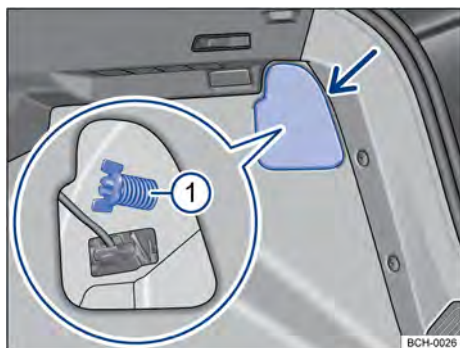
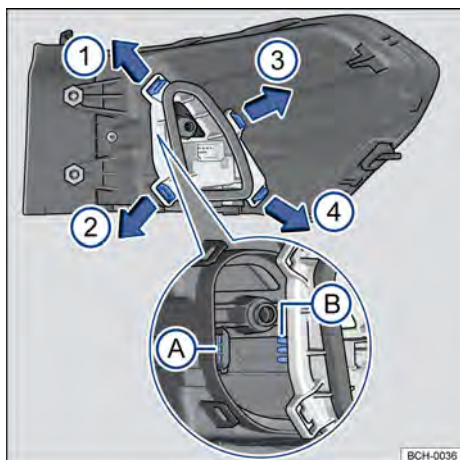

Fig. 176 En el maletero: desmontar la cubierta y retirar el tornillo mariposa ① (fragmento ampliado).
Fig. 177 Linterna trasera: desmontar el portalámparas.
- ① Observar la lista de control y ejecutar las acciones → pág. 236.
- ② Abrir el capó del maletero.
- ③ Para abrir la cubierta de la lámpara, girar el útil de retención → fig. 176 (flecha).
- ④ Abrir la cubierta junto con la traba hacia el costado.
- ⑤ Aflojar el tornillo mariposa ① (fragmento ampliado) y retirarlo, sosteniendo, al mismo tiempo, la linterna trasera.
- ⑥ Tirar con cuidado de la linterna trasera hacia afuera, para desengancharla de la carrocería → ⓘ.
- ⑦ Desenganchar el conector de alimentación de las lámparas de la linterna, para remover totalmente la linterna.
- ⑧ Colocar la linterna trasera sobre una superficie limpia y lisa.
- ⑨ Para desbloquear el soporte de las lámparas, presionar cada uñeta de trinquete → fig. 177 en el sentido de las flechas.
- ⑩ Desmonte el portalámparas con cuidado.
- ⑪ Para retirar las bombillas quemadas presione la bombilla contra el alojamiento y gírela en sentido antihorario.
- ⑫ Cambiar la bombilla quemada por una bombilla nueva del mismo modelo.
- ⑬ Para insertar las lámparas nuevas en el portalámparas, introduzca la nueva lámpara en el alojamiento correspondiente. Presione la bombilla y gírela en sentido horario hasta el tope.
- ⑭ Cerciorarse de que las lámparas estén correctamente fijadas en el soporte.
- ⑮ Instalar el soporte de las lámparas en el grupo óptico trasero, prestando atención al ajuste de las láminas de contacto en la carcasa → fig. 177 (A) y (B). Las lengüetas de traba deben encajar de forma audible en la secuencia → fig. 177 ①, ②, ③ y ④.
- ⑯ Colocar el conector de alimentación en la luz.
- ⑰ Encajar la linterna trasera cuidadosamente en el alojamiento de la carrocería.
- ⑱ Sostener la luz trasera en la posición de montaje con una de las manos y atornillar con la otra el tornillo mariposa → fig. 176 ①.
- ⑲ Volver a colocar la cubierta de la linterna en su posición y girar la traba para cerrar.
- ⑳ Cerrar la tapa trasera → pág. 72.